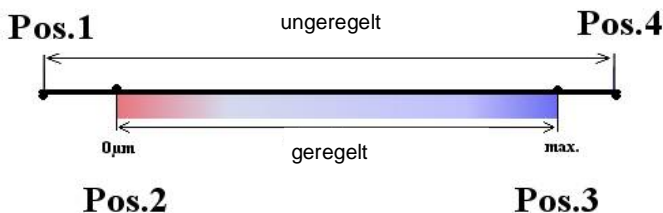

Abbildung 1: Übersicht Stellwege im geregelten und unregulierten Betrieb
- Drehen Sie das Potentiometer auf den rechten Endanschlag. Die maximale Ausgangsspannung wird angezeigt. Der Aktor befindet sich nun in Position 4 (siehe Abbildung 1).
- Stellen Sie das Potentiometer wieder auf den linken Anschlag (Position 1). Schalten Sie die Regelung ein („Closed Loop“ drücken, Anzeige „CL ON“ leuchtet). Der Aktor bewegt sich auf Position 2 (Nullstellung im geregelten Betrieb, siehe Abbildung 1).
Nach dem Einschalten zeigt die Anzeige die Betriebsbereitschaft an. Kurz nach dem Einschalten erscheint im Display abhängig von der gewählten Betriebsart (siehe auch Abbildung 1) die Ausgangsspannung oder die Position.